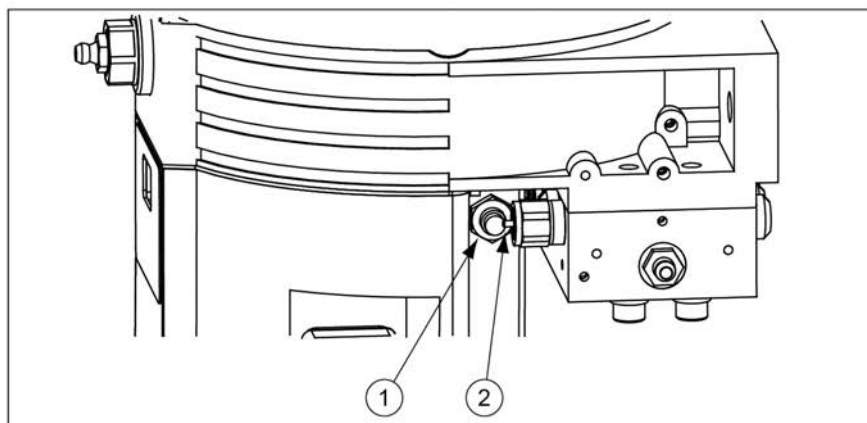

FIGURA 11. INTERRUPTORE DI PROSSIMITÀ (1) E PIN DI CONTROLLO (2)
1. Premere il pulsante operatore (2) per confermare il guasto. La spia del messaggio (lampeggiante) diventa fissa.
3. Premere il pulsante operatore (2) (per 2 secondi) per attivare i cicli di lubrificazione finché il pin dell'indicatore (pin di controllo) non si sposta sull'interruttore di prossimità. Vedere Figura 11.